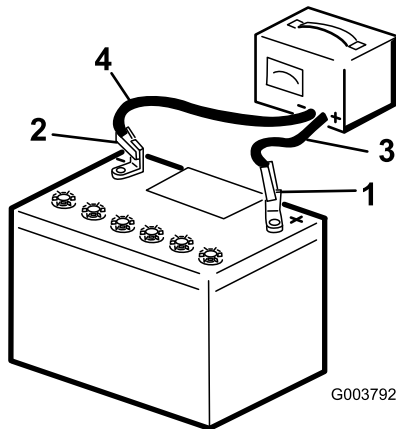

Figura 61
2. Cargue la batería durante 4 a 8 horas a un ritmo de 3 a 4 A (Figura 61). No sobrecargue la batería.
3. Cuando la batería esté completamente cargada, desconecte el cargador de la toma de electricidad, luego desconecte los cables del cargador de los bornes de la batería (Figura 61).